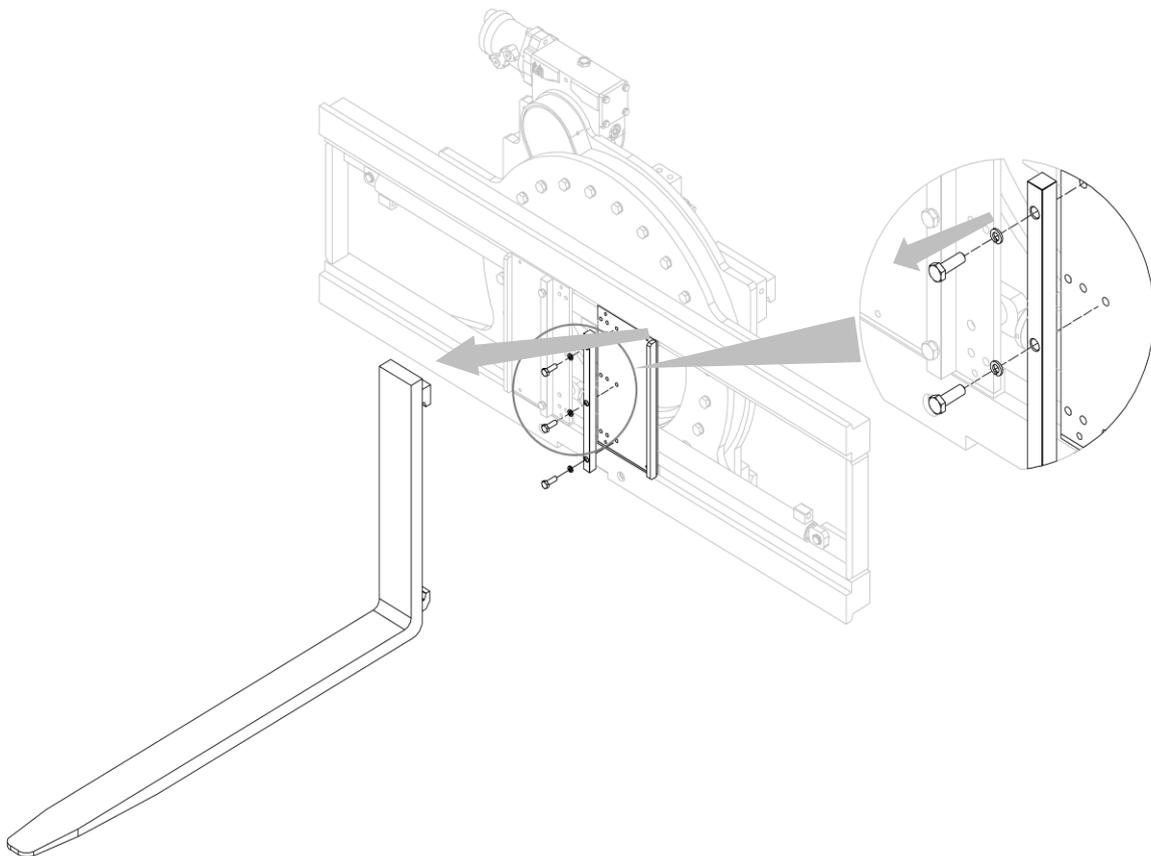

Figure 28
2. Extraire les fourches après avoir dévissé les butées d'arrêt (voir *Figure 28*) ;